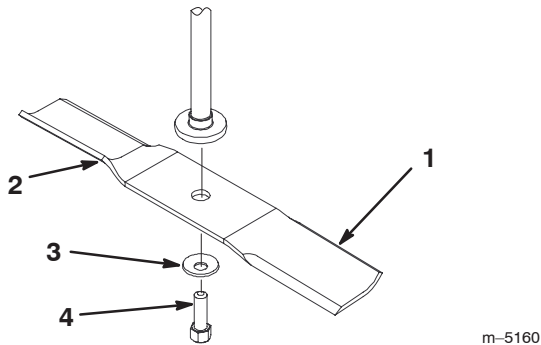
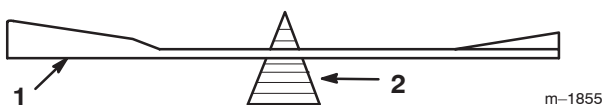

Figure 27
Figure 29
Tenez la lame à son extrémité avec un chiffon ou un gant épais. Enlevez le boulon, la rondelle bombée et la lame de l'axe (Fig. 27).
2. Vérifiez l'équilibre de la lame en la plaçant sur un équilibreur (Fig. 29). Si la lame reste horizontale, elle est équilibrée et peut être utilisée. Si la lame est déséquilibrée, limez un peu l'extrémité de la partie incurvée seulement (Fig. 27). Répétez la procédure jusqu'à ce que la lame soit équilibrée.
1. Placez la lame sur l'axe (Fig. 27).
2. Montez la rondelle bombée (face concave vers la lame) et le boulon de lame (Fig. 27). Serrez le boulon de lame à 47–88 Nm (35–65 pieds-livre).